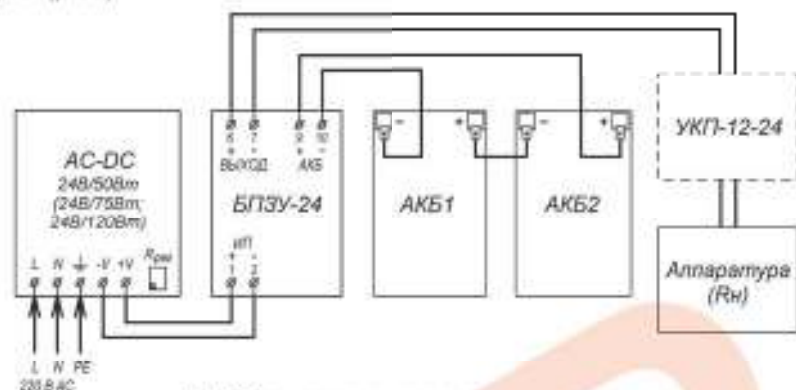
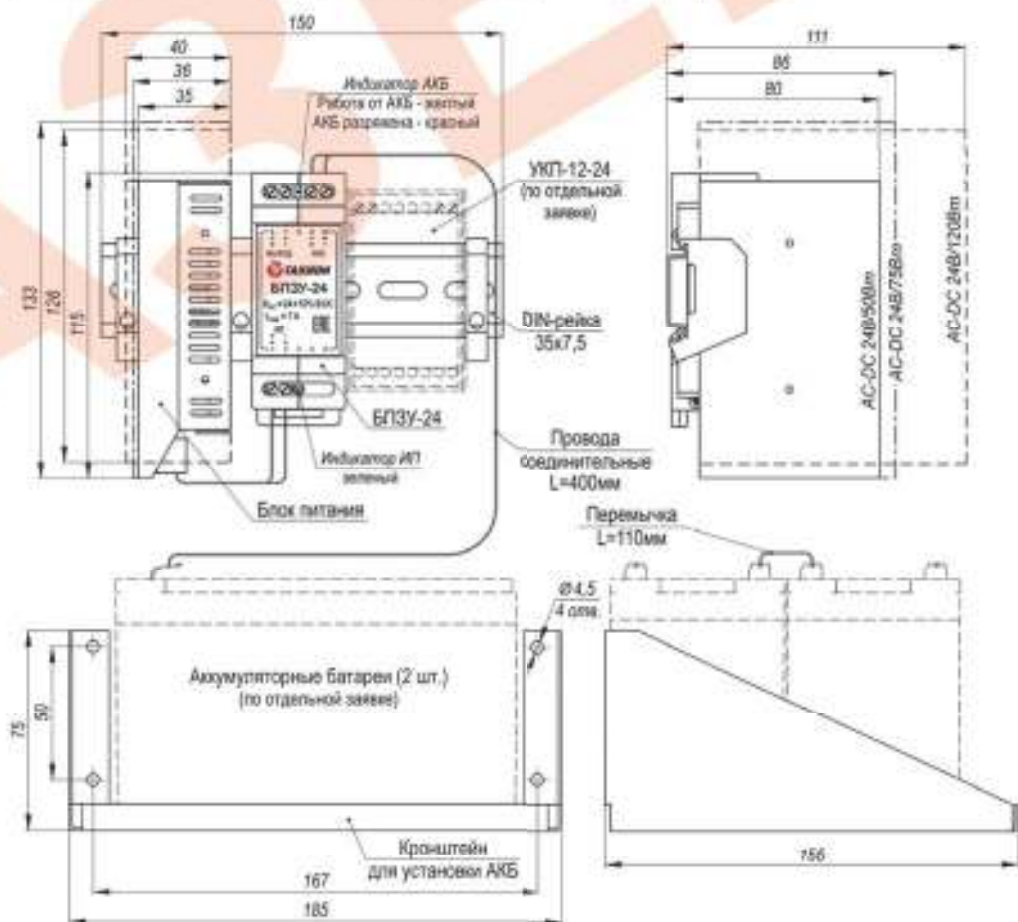

Рис.2 Схема электрическая принципиальная
Рис. 1 Устройство, габаритные и установочные размеры
Подключение цепей изделий производится в соответствии со схемой электрической принципиальной (рис.2). Для подключения необходимо:
2. Установить аккумуляторные батареи на кронштейн (см. рис.1) и подключить их проводами соединительными к контактам 9 (+) и 10 (-) БПЗУ-24, соблюдая полярность. Соединить аккумуляторы перемычкой.
4. Подать трехпроводным кабелем напряжение питания 220В AC на соответствующие контакты блока питания, при этом фазный провод (L) соединить с контактом L, нулевой провод (N) с контактом N, а провод заземления соединить с контактом PE.
5. При необходимости отрегулировать значение выходного напряжения при помощи потенциометра «Рез» (рис.2).
12. Габаритные размеры	см. рис. 1
Устройство изделия приведено на рис. 1, схема подключения на рис. 2.